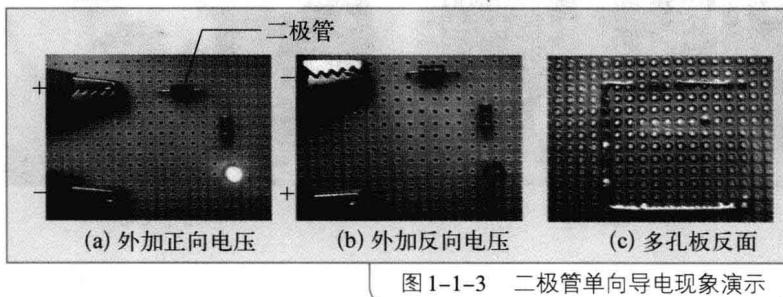

图 1-1-3 二极管单向导电现象演示
(1) 准备一个二极管，一个发光二极管(或小指示灯)，一个限流电阻，在多孔板上将其焊接，构成如图 1-1-3 所示的示教装置(可按其他方式实施)。
(2) 建议：直流电源电压可采用 3 V，二极管可采用 2CZ、2AP、1N4007、1N4148 等，限流电阻阻值 100 Ω。
按图1-1-3 (a) 所示外加直流电源电压后, 发光二极管(或小指示灯)就发光, 按图1-1-3 (b) 所示外加直流电源电压, 发光二极管(或小指示灯)不亮.